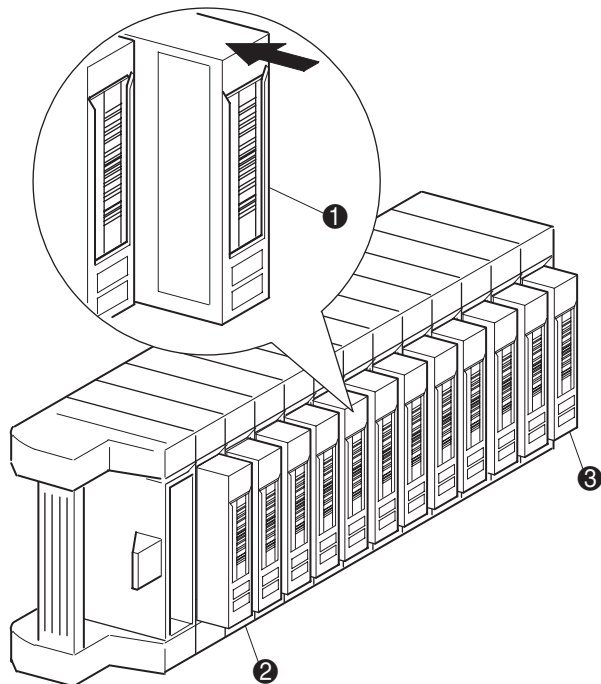

Figura 4-6: Caricatore a nastro sinistro con le cartucce a nastro installate (SDLT)
Nella Figura 4-6 viene mostrato un caricatore sinistro completo. Nel modello MSL5026/MSL5030 lo slot per cartucce con il numero inferiore ② è quello più vicino alla parte anteriore del caricatore. Nel modello MSL5052/MSL5060 lo slot per cartucce a nastro con il numero inferiore ② è quello più vicino alla parte anteriore del caricatore in alto a sinistra.